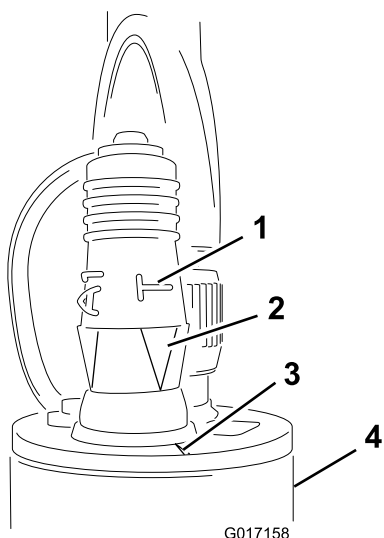

図 14
5. センサーにプログラミングプラグを取り付ける図 14。
重要 側面の“T”の下にある矢印が、センサーの上面の縁についているノッチと整列していることを確認してください図 14。